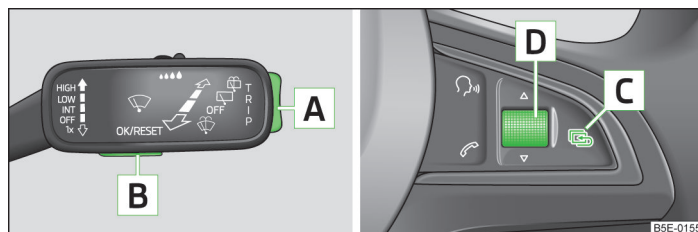

Fig. 9 Tastele (roțița) de la maneta de operare / de la volanul multifuncțional
Dacă se dorește determinarea consumului mediu de combustibil într-un anumit interval de timp, atunci trebuie adusă la zero memoria la începutul unei noi măsurări » fig. 9 la pagina 27.
➤ Apăsăți scurt pe tasta basculantă A » fig. 9, în partea de sus sau în partea de jos.
➤ Rotiți roțița D » fig. 9 în sus sau în jos.
➤ Apăsăți scurt tasta B, respectiv roțița D » fig. 9 la pagina 27.
► Apăsați prelung tasta **[B]**, respectiv rotița **[D]** » fig. 9 la pagina 27.